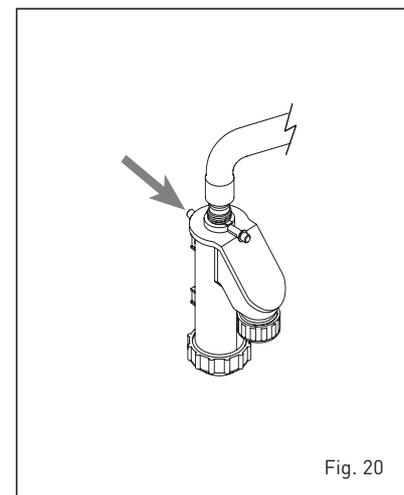

Fig. 20
### 4.5 ENTRETIEN (fig. 20)
**fice prévu à cet effet (fig. 20).**